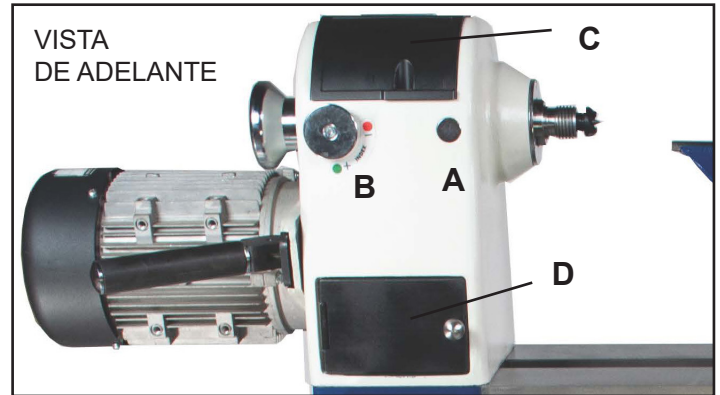
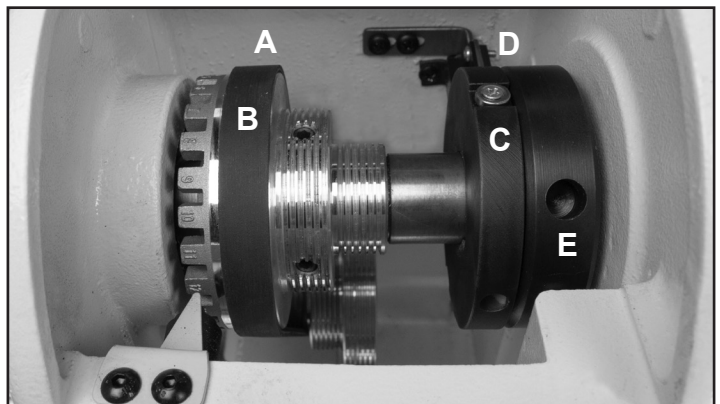

FIG. 13
FIG. 16
A. BOTÓN DEL BLOQUEO DE HUSILLO (FIG. 13, A) asegura el husillo del cabezal fijo para montar o quitar placas frontales o brocas. Para operarlo, oprima el botón que introducirá su clavija trasera en uno de los 4 orificios del Disco del Bloqueo del Husillo (Fig. 16, E). Suelte el botón para desbloquear el husillo y reanudar el trabajo.
B. CONTROLES DE INDEXACIÓN DEL HUSILLO: (FIG. 13, B) El Montaje de la Clavija de división se utiliza para aguantar y posicionar el husillo para hacer trabajos con patrones precisamente espaciados, tales como estriar, acanalar, perforar, tallar detalles, hacer patrones de quemadura, preparar diseños y más.
C. PUERTAS DEL CABEZAL FIJO: (FIG. 13, C & D) Alce la puerta superior/tapa 'C' para acceder a la transmisión del husillo y la polea indexada, el lector de RPM y los montajes del bloqueo del husillo (FIG. 16). Abra la puerta 'D' para acceder a la polea de transmisión del motor (página 18, Fig. 31).